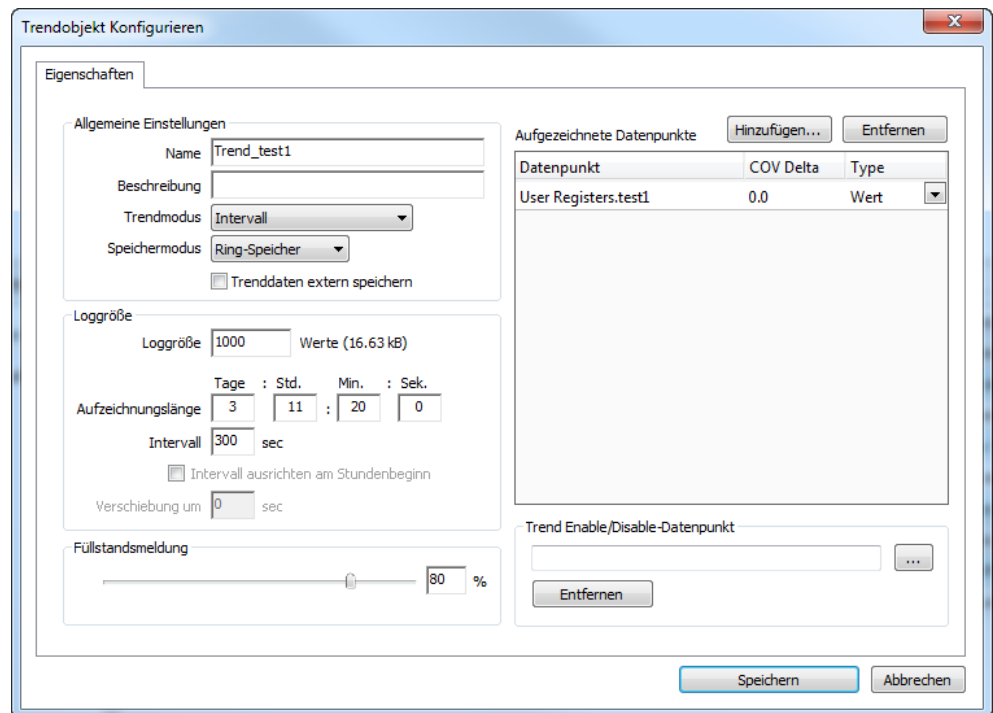

Abbildung 140: Grundlegende Trend-Objekt-Konfiguration
3. Im Dialog **Neues Trendobjekt erstellen** geben Sie einen Namen und optional eine Beschreibung für das Trend-Log-Objekt an (siehe Abbildung 140).